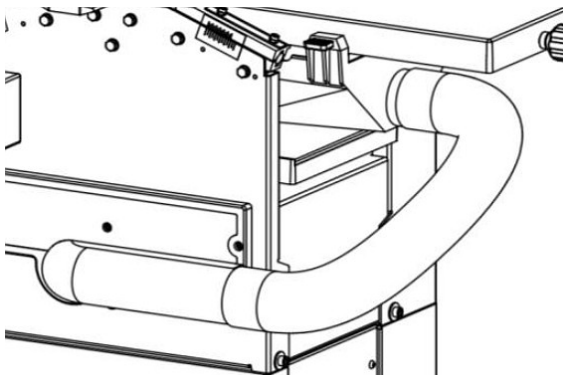

Abb. 18: Absaug Schlauch anschließen
Schritt 2: Absaugschlauch mit Hilfe einer Schlauchklemme am Absaugstutzen des Maschinengestands und am Absaugstutzen des Hobeltisches anschließen (Abb.18).